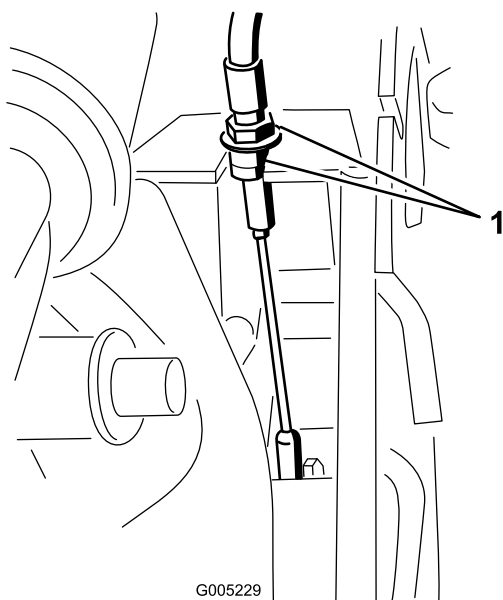

Bild 25
1. Wenn der Selbstantrieb des Rasenmähers nicht funktioniert, drehen Sie die Muttern des Getriebekabels um eine halbe Umdrehung nach rechts, um den Riemen anzuziehen (Bild 25).
2. Wenn der Rasenmäher nach vorne kriecht, drehen Sie die Muttern des Getriebekabels um eine halbe Umdrehung nach links, um den Riemen zu lösen (Bild 25).